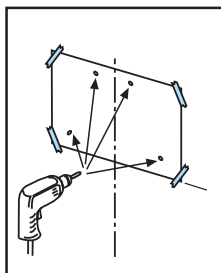

Fig. 9a
- Forer comme indiqué sur le gabarit, insérer les chevilles au mur et visser les 2 vis dans les trous supérieurs en laissant un espace entre la tête de la vis et le mur d'environ 1cm. **Fig. 9a-b**